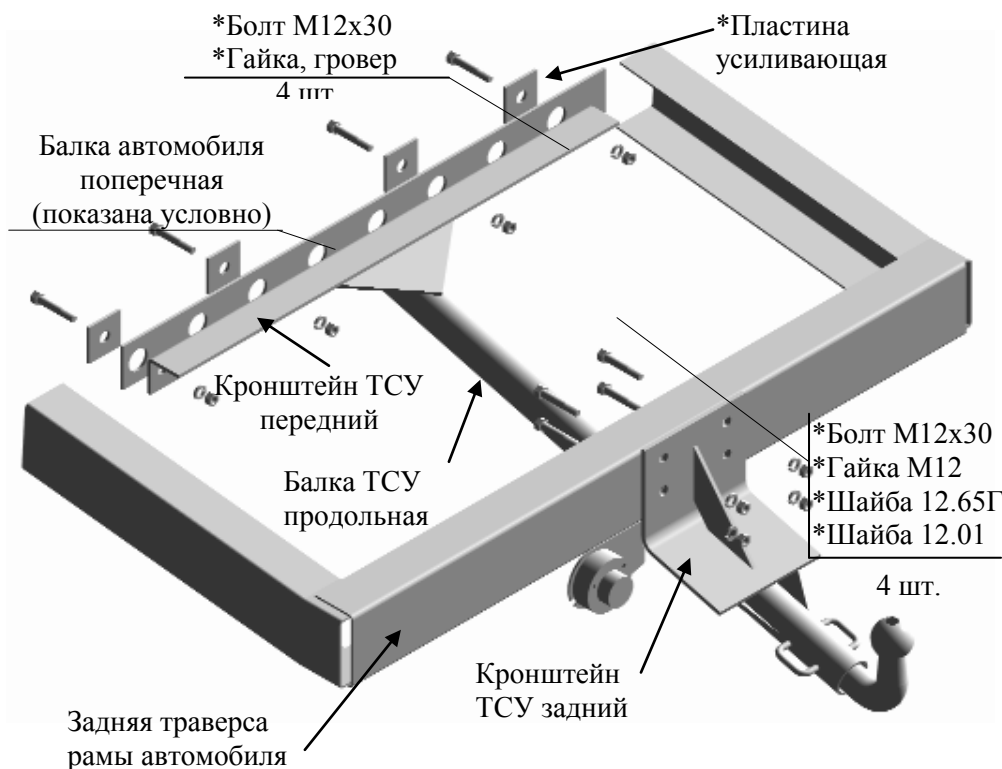

РИС.1 Тягово-сцепное устройство ТСУ 3160
2.1 ТСУ 3160 в сборе (рис.1)	1 шт.
2.2 Пакет с комплектующими (см. рис.1)	1 шт.
- 4.3 Закрепить передний кронштейн ТСУ четырьмя болтами М12х30 на поперечной балке автомобиля в соответствии с рис.1, используя существующие технологические отверстия. Расположить усиливающие пластины между поперечной балкой автомобиля и головками болтов, а шайбы 12.65Г между гайками и передним кронштейном автомобиля.